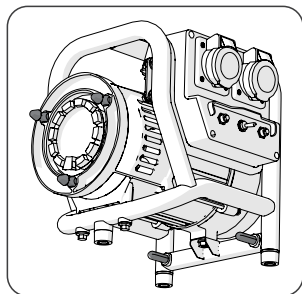

Abb. 7
- Halten Sie die 3 Fixierstifte und 2 Stabilisierungsstifte sauber und besprühen Sie sie gelegentlich leicht mit einem Silikonöl. (Abb. 7)